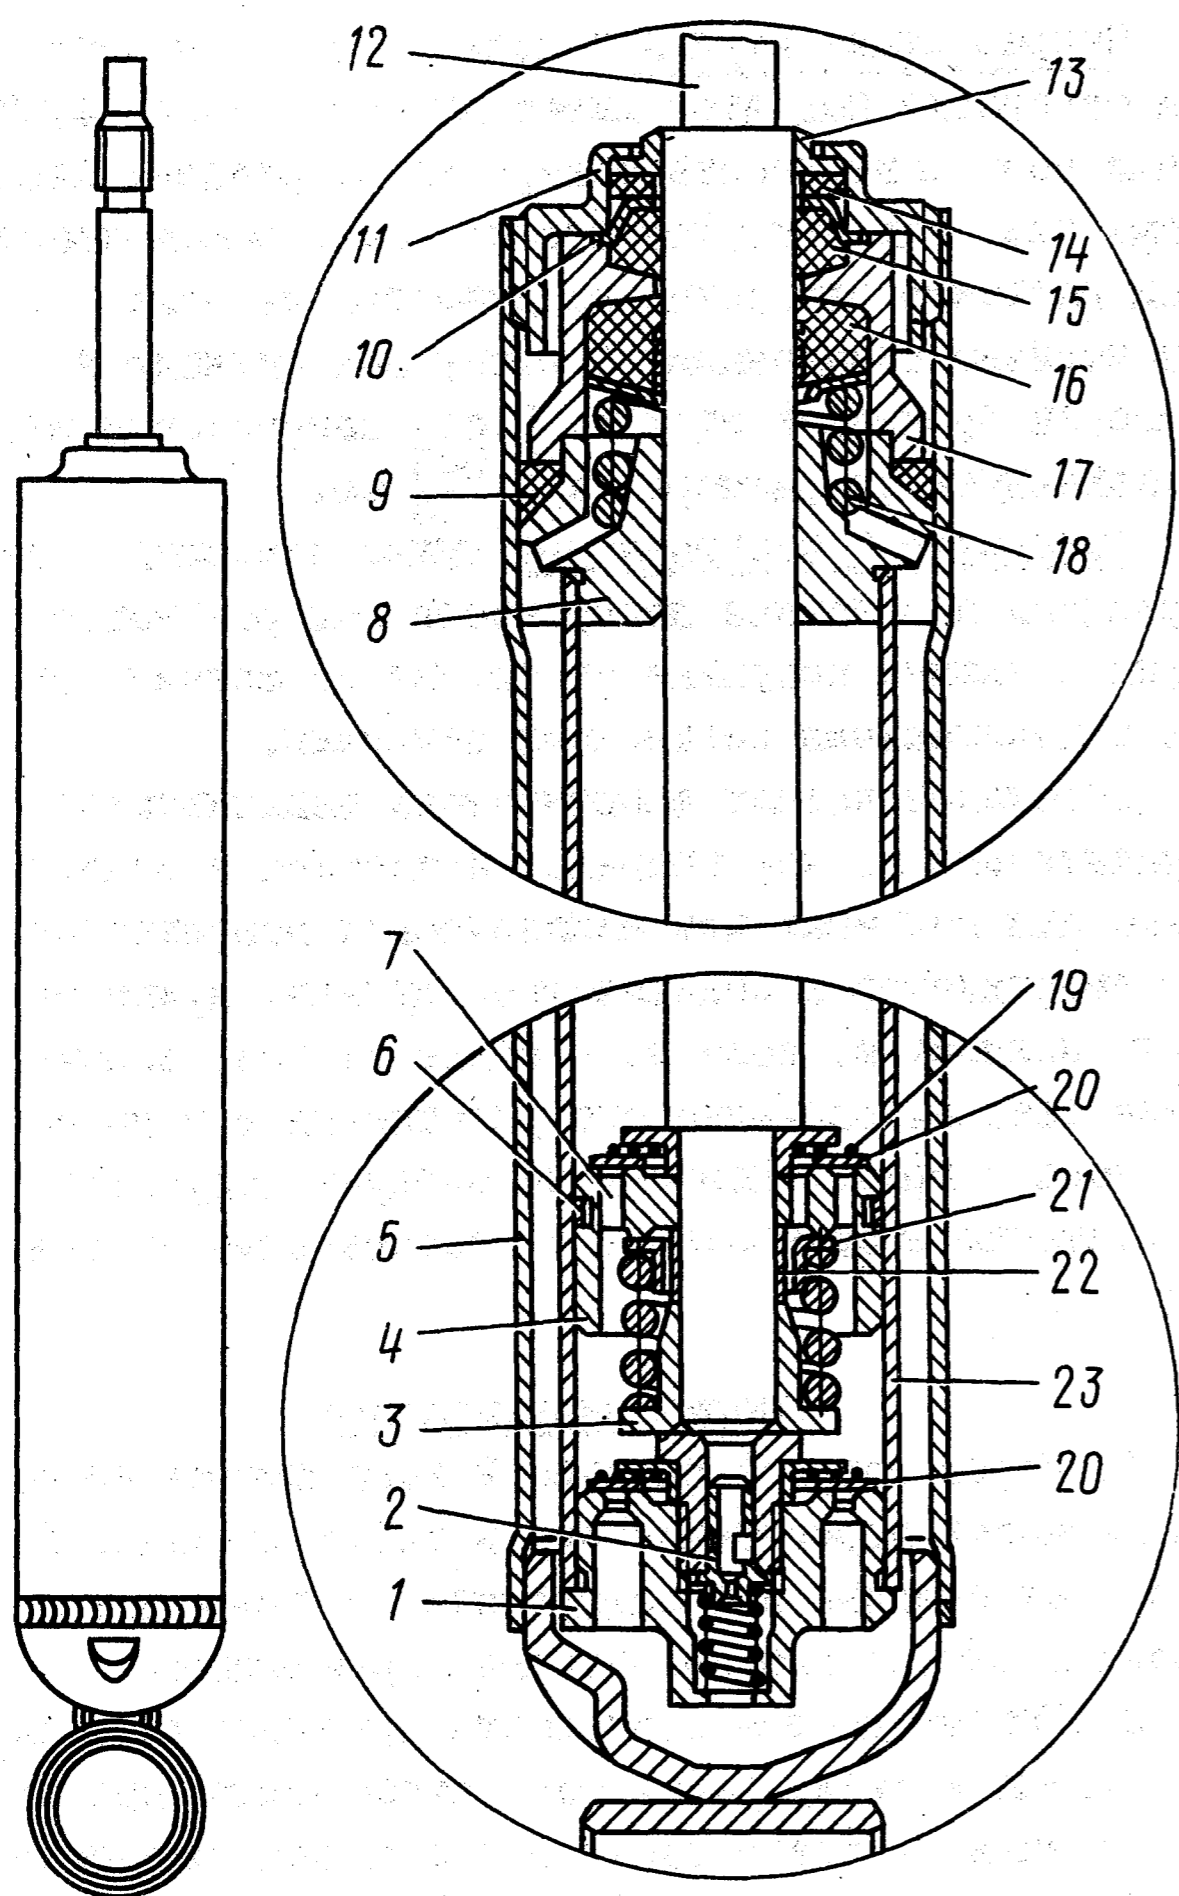
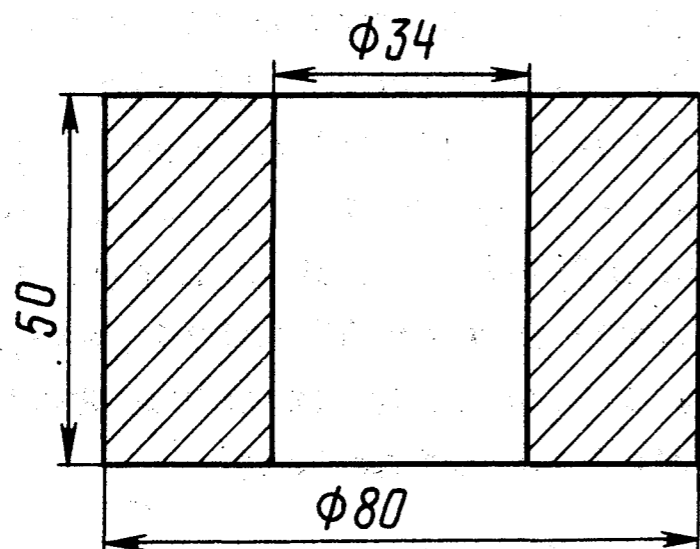

Рис. 153. Амортизатор:
Рис. 155. Кольцо для снятия втулки
Передние и задние телескопические амортизаторы автомобиля одинаковы по конструкции и имеют много общих деталей (рис. 153).
3. Отвернуть гайку II (см. рис. 153).
8. Алюминиевым кольцом (рис. 155) надеть на цилиндр, сбить направляющую втулку 8 (см. рис. 153) с цилиндра 23.